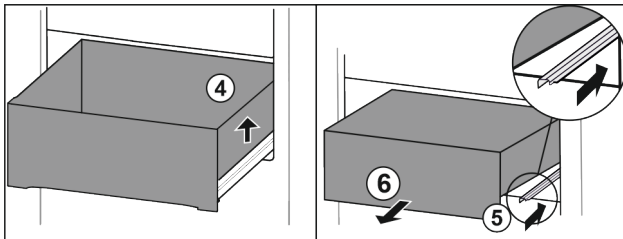

Fig. 91
- ▶ Повдигнете чекмеджето отдясно. Fig. 91 (4)
- ▶ Вкарайте дясната релса. Fig. 91 (5)
- ▶ Извадете чекмеджето напред. Fig. 91 (6)